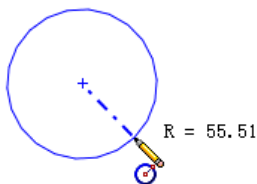

图 2-10 绘制圆
(1) 单击“草图”工具栏中的“圆”按钮, 或执行“工具”→“草图绘制实体”→“圆”菜单命令, 光标指针变为形状。
(2) 单击图形区域放置圆心, 此时出现“圆”属性管理器。
(3) 拖动鼠标设定半径, 系统会自动显示半径的值, 如图 2-10 所示。
(4) 如果要对绘制的圆进行修改, 鼠标拖动圆的边线来缩小或放大圆, 也可以拖动圆的中心来移动圆。
(5) 如果要修改圆的属性, 可以在草图中选择圆, 然后在“圆”属性管理器中编辑其属性。